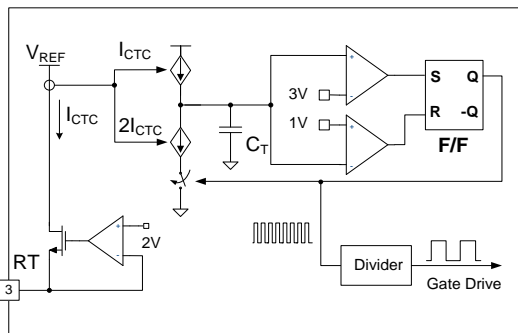

图 19. 电流控制的振荡器
**2. 内部振荡器:** FSFR-HS 系列采用电流控制振荡器，如图 19 所示。在内部，RT 引脚的电压调节在  $2 V$ ，并且振荡器电容  $C_T$  的充电/放电电流通过使用电流镜复制从 RT 引脚 ( $I_{CTC}$ ) 流出的电流来获得。因此，开关频率随着  $I_{CTC}$  的增加而增加。